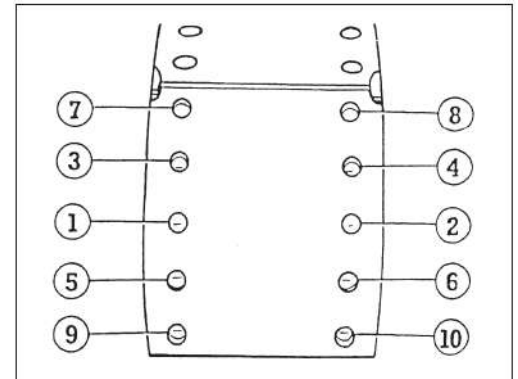

図. 4-4-2
- 10** 図の順番で、内側のリベットから外側に向かってかしめる。(図. 4-4-2)